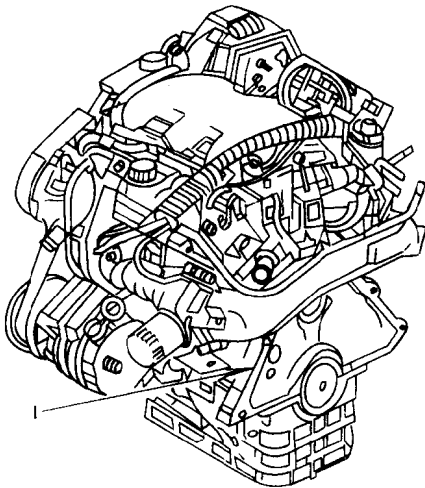

图 1-5 别克汽车发动机钢印号位置
(2) 发动机钢印号 位于起动机上方的壳体上 (图 1-5)。在产品的合格证中附有两份拓印的发动机钢印号。变速器上也打印了车辆识别号 (VIN)。